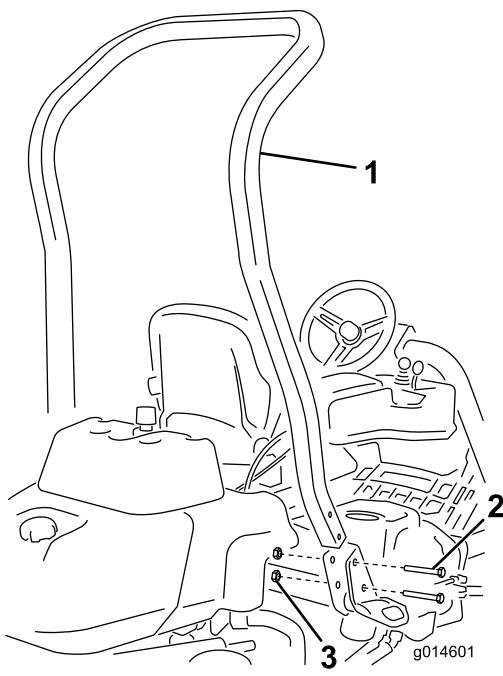

図 3
3. 機体の左右にあるポケットにROPSを差し込み、ボルト1/2 x 3-3/4 インチ4本とフランジナット4本1/2インチで固定する図3。.